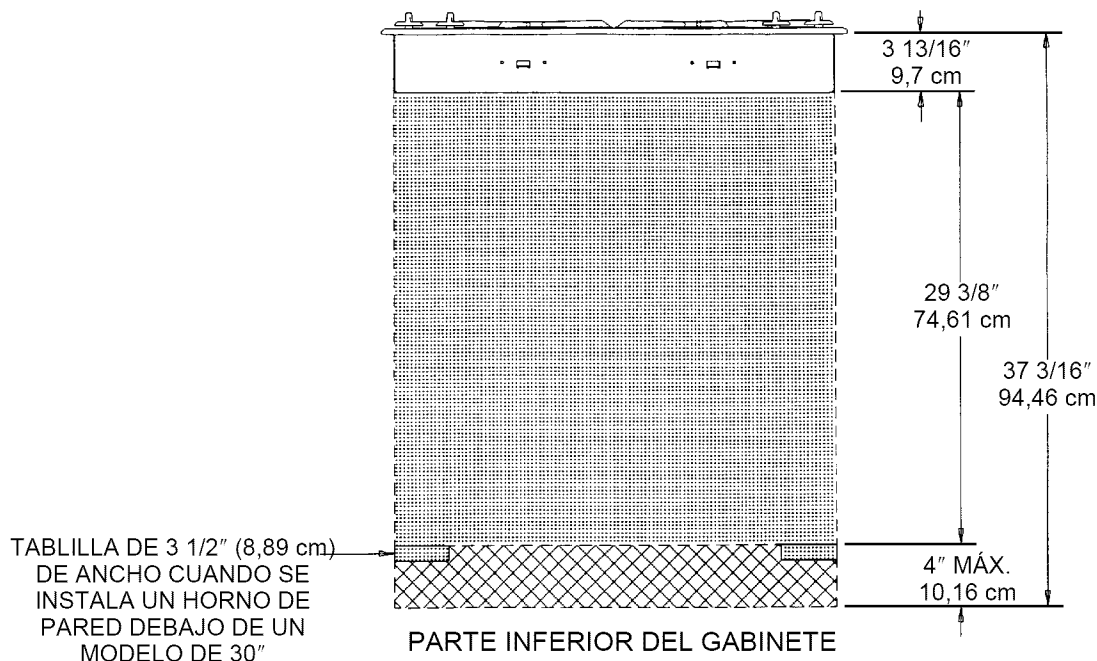

FIGURA 6
NOTA 1: Deberá instalarse este electrodoméstico y sus fuentes de suministro de gas y eléctrico antes de instalar el horno de pared. Vea la ilustración (Información de alambrado eléctrico —en la página 7, figura 6) para encontrar las ubicaciones recomendadas del suministro eléctrico.
Este electrodoméstico está equipado con un cordón eléctrico con conexión a tierra. Debe proporcionarse un tomacorriente conectado a tierra. Se recomienda, por comodidad, que el tomacorriente se encuentre (con referencia a la figura 6) como en el punto A o el B que aparecen a continuación:
- A. Si no se instalará otro electrodoméstico debajo de éste, deberá colocarse dentro del área sombreada o el área cuadrículada que se muestra en la figura 6.
1. debe colocarse dentro del área cuadrículada de la figura 6, o bien
Si se instalará un horno de pared debajo de este electrodoméstico y el tomacorriente de las unidades del mostrador se montará dentro del área cuadrículada de la figura 6: